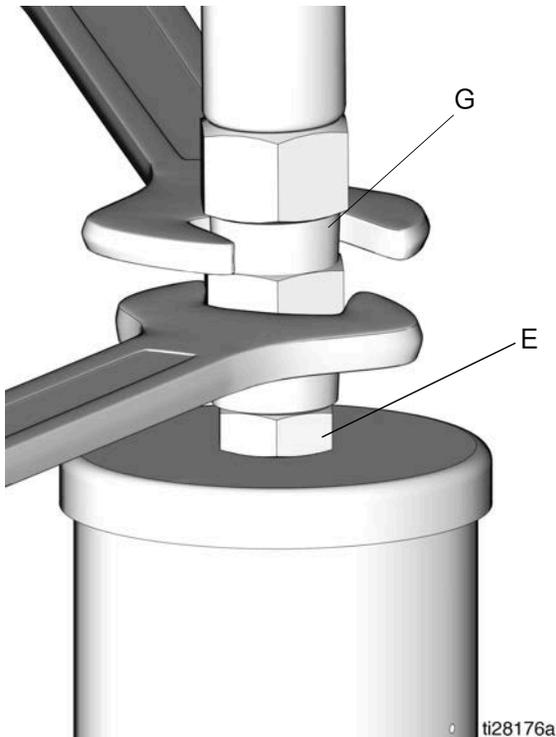

图 8
2. 对系统进行泄压，方法如下：使用两个扳手，在泵出口（E）和润滑管路管件（G）的相反方向上用力，慢慢松开管件，直至其松开并且没有更多润滑剂或空气从管件中泄漏出（图 8）。